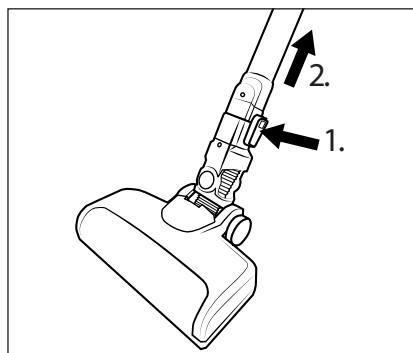

Fig. 12
- ♦ For at fjerne gulvbørsten ⑯ fra sugerøret ⑯, skal du trykke på oplåsningsknappen til gulvbørsten ⑯ og holde den nede og tage sugerøret ⑯ ud af gulvbørsten ⑯ (se fig. 12).